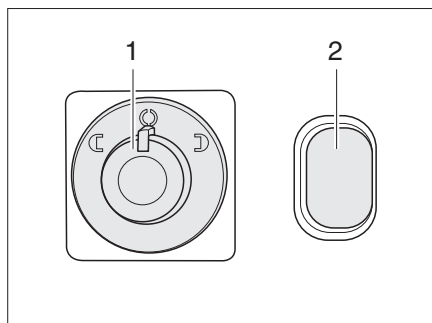

Fig. 24 Commutateur pour rétroviseurs extérieurs à réglage électrique et leur chauffage
Régler : ■ Sélectionner le rétroviseur qui doit être réglé. Pour ce faire, tourner l'interrupteur tournant (Fig. 24,1) vers la gauche ou la droite.
■ Régler le rétroviseur en appuyant sur l'interrupteur (Fig. 24,1) dans la direction correspondante.
Mettre le chauffage en marche : ■ Appuyer sur l'interrupteur (Fig. 24,2). Le voyant de contrôle de l'interrupteur signale la marche.